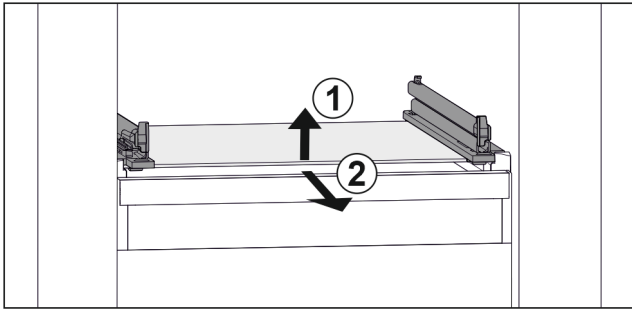

Fig. 153 Az üveglap példaként szolgáló ábrázolása
- ▶ Emelje meg az üveglap elejét. Fig. 153 (1)
- ▶ Vegye ki az üveglapot előrefelé. Fig. 153 (2)